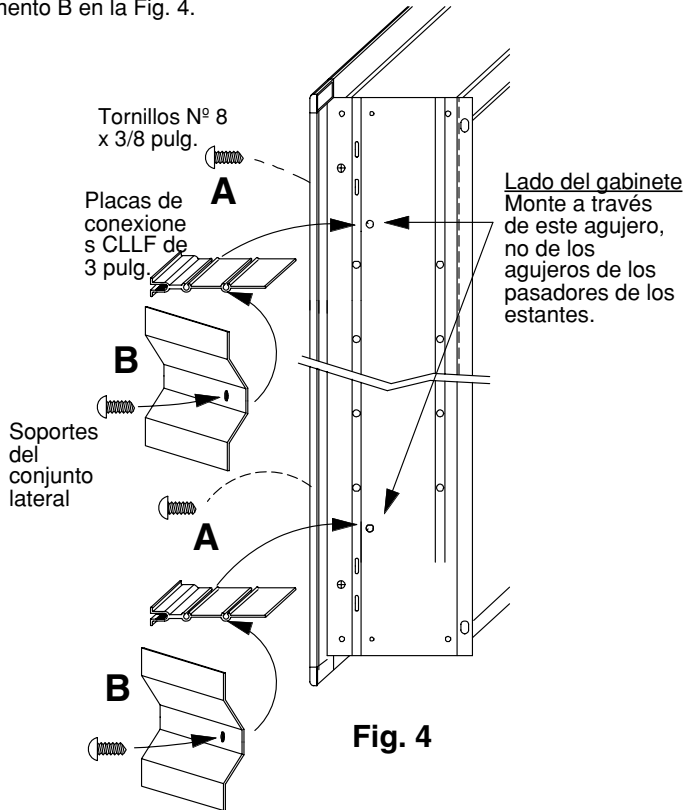

Fig. 4
2. Instale los soportes del conjunto lateral usando los tornillos N° 8 x 3/8. Estos elementos se envían junto con el gabinete. Consulte el elemento B en la Fig. 4.